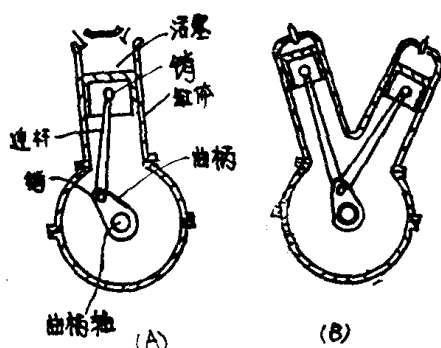

图 1
例如，就图 1 (A) 的曲柄的旋转关系来说，如果将下面的构成条件搞错一个，把能旋转的部分搞成死的，活塞不能运动，则整个机构都不能运动。这些条件是：
在满足上述条件之后，还可以改变连杆和曲柄的长度，或者如果不能减少条件，那么增加条件又将如何呢？再将一组汽缸、活塞、连杆连接到曲柄上，则可获得图 1 (B) 所示的发动机。